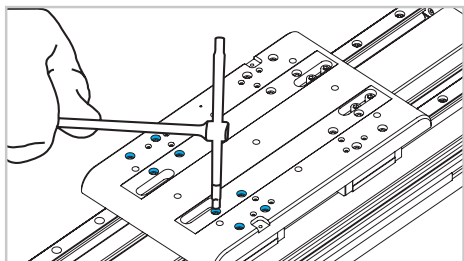

Fig. 8
- 7) Rimuovere le viti di bloccaggio dei pattini poste sul carro (Fig. 8).